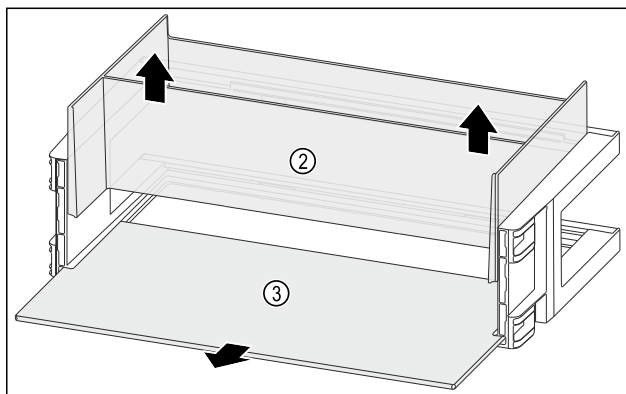

Fig. 119
- Retirer l'Organizer Fig. 119 (2) vers le haut.
- Retirer la tablette de rangement Fig. 119 (3).